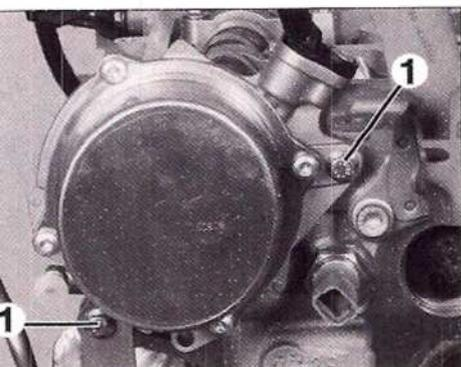

FIG.20
Desmontar los tornillos (1) (Fig.20).